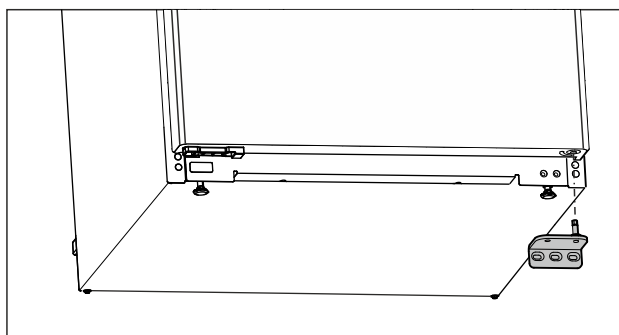

Fig. 15
- Noņemiet gultņa balstu virzienā uz leju. (skat. Fig. 15)